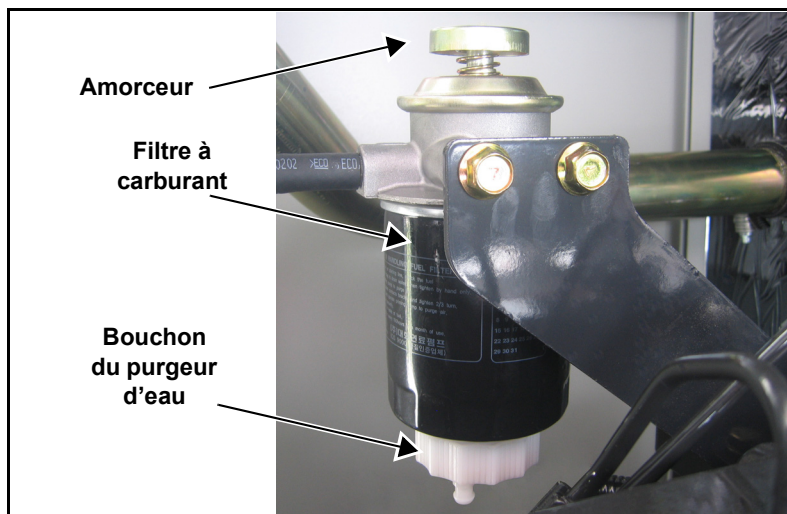

Figure 5-8. Vidange de l'eau du filtre à carburant
1. Relâchez lentement le bouchon du purgeur d'eau. Voir Figure 5-8.